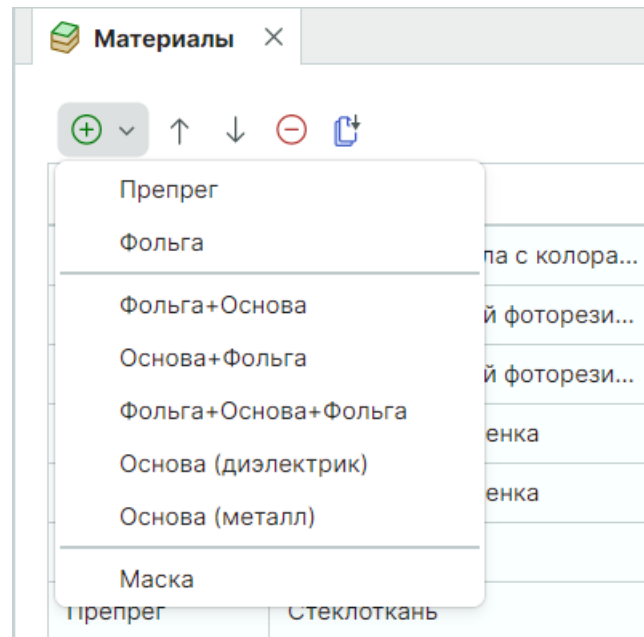

Рис. 27 Выбор конструктивного элемента
2. В выпадающем списке выберите конструктивный элемент, см. Рис. 27.